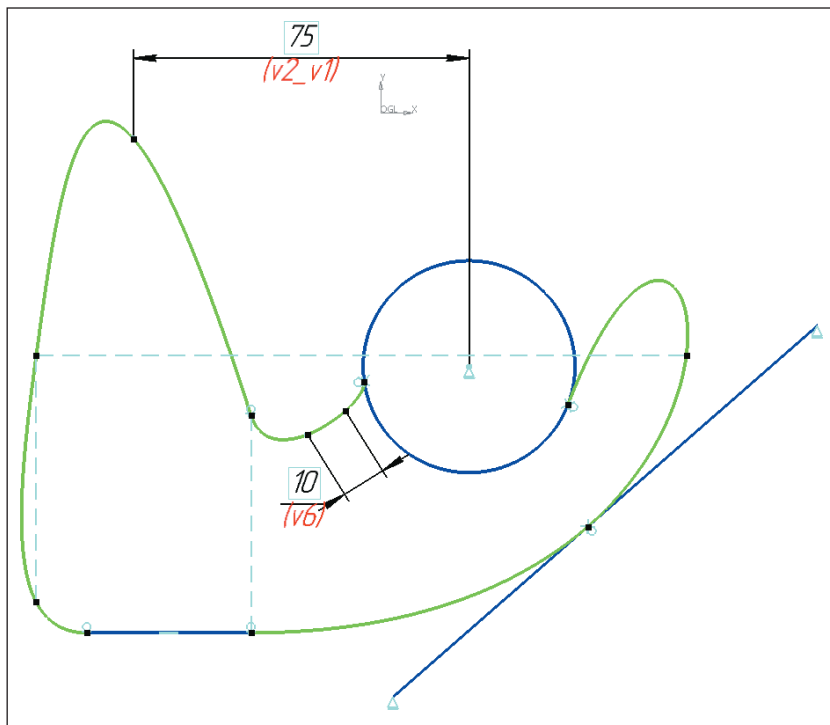

Рис. 18. Интерполяционный сплайн с заданными ограничениями для его контрольных точек
- добавлена возможность выбора способа построения NURBS-кривых по заданным точкам — появился специальный маркер, определяющий, будет ли сплайн использовать эти точки как опорные данные при построении (полюсные точки) или станет непосредственно проходить через них (интерполяционные точки). На интерполяционный сплайн можно налагать все типы ограничений, которые доступны и для обычной NURBS-кривой (рис. 18);